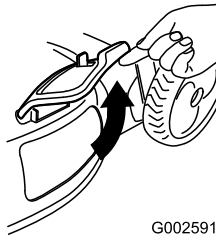

Figure 25
2. Lift open the side discharge door (Figure 25).